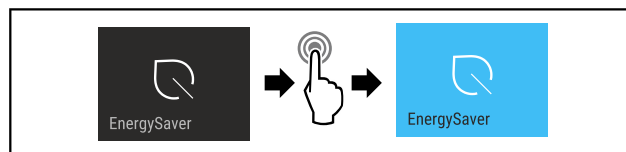

Fig. 17
- ▶ Genomför stegen (se Fig. 17).